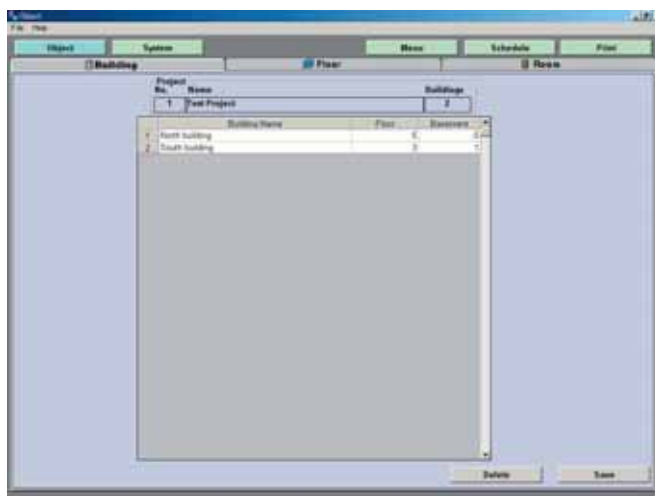

Рис. 4.1.11
11 После выбора проекта из перечня и нажатия на кнопку "Параметры" (Settings) (11) откроется окно информации по объекту (рис. 4.1.11).